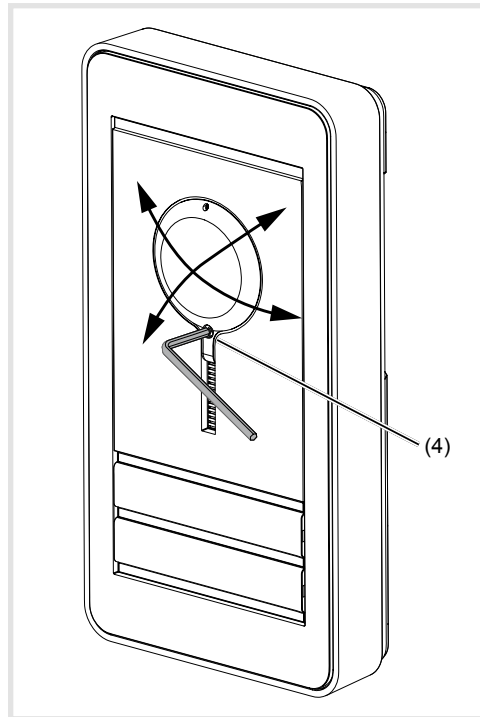

Bild 14: Ausrichtung der Kamera
Um das Kamerabild an die Gegebenheiten vor Ort anzupassen, kann die Kamera ausgerichtet werden (Bild 14, 15 und 16).
- Die Fixierschraube für die Kamera mit dem beiliegenden Inbusschlüssel 1,5 mm lösen (Bild 14).